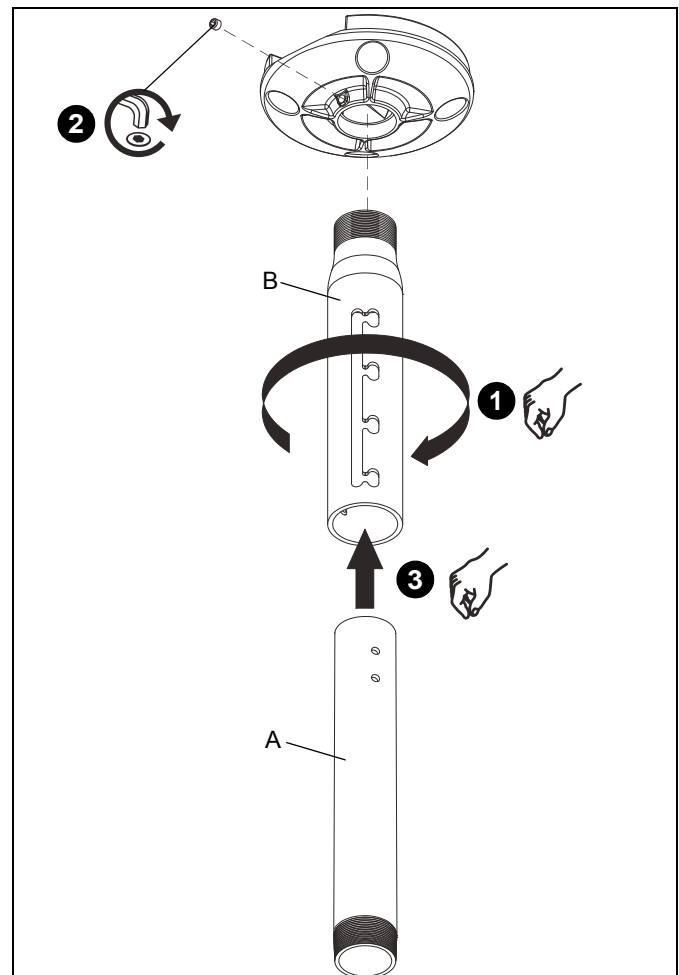

Figura 2
1. Coloque la columna NPT roscada de 1-1/2" (A o B, según corresponda) en la placa/adaptador (consulte la Figura 2). Ajuste la columna hasta que quede firme.
2. Ajuste el tornillo de fijación en la placa/adaptador para fijar la columna (A o B, según corresponda) (consulte la Figura 2).
3. Instale la columna que coincida (A o B, según corresponda) (consulte la Figura 2).